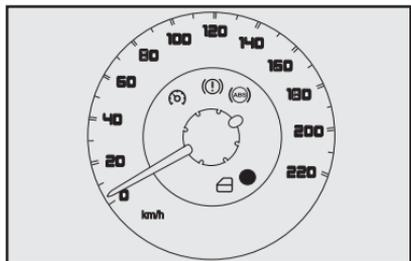

fig. 32
### VELOCÍMETRO - fig. 32
**Advertência: se o indicador estiver no início da escala (temperatura baixa) com a luz-espia A-fig. 32 de excesso de temperatura ou com a luz-espia  do sistema de injeção acesa, é sinal de anomalia no sistema. Procurar a Rede Assistencial Fiat.**